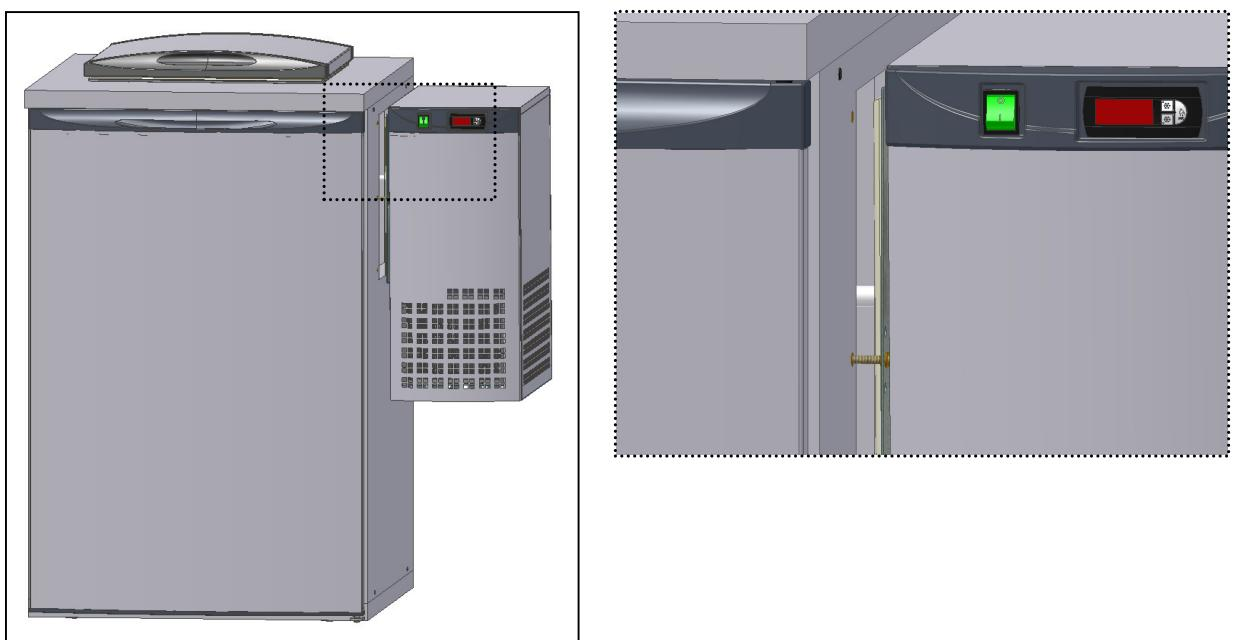

Fig. 13
- Collegare il **V6** e fissare i perni nei fori (Fig. 13);